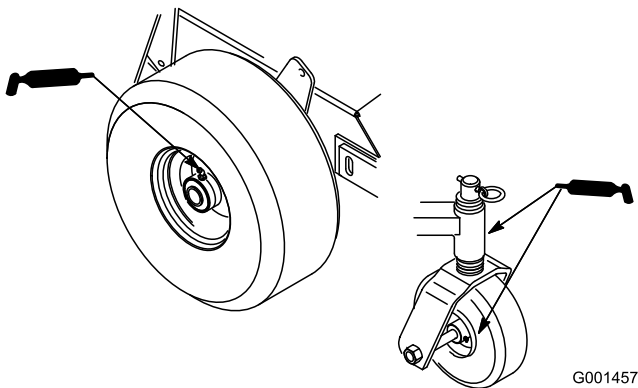

Figure 16
1. Lubrifiez les roulements des roues avant ainsi que les pivots avant (Figure 16).